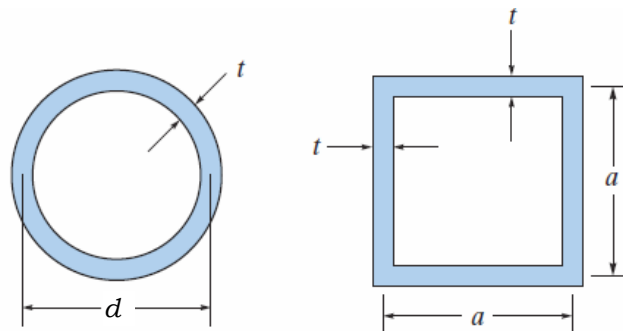

Figura 3.16
3.5.6 Na Figura 3.16 estão duas secções de paredes finas. Determine a razão entre as tensões de corte e os ângulos de rotação das duas secções que devem ter a mesma área de secção.